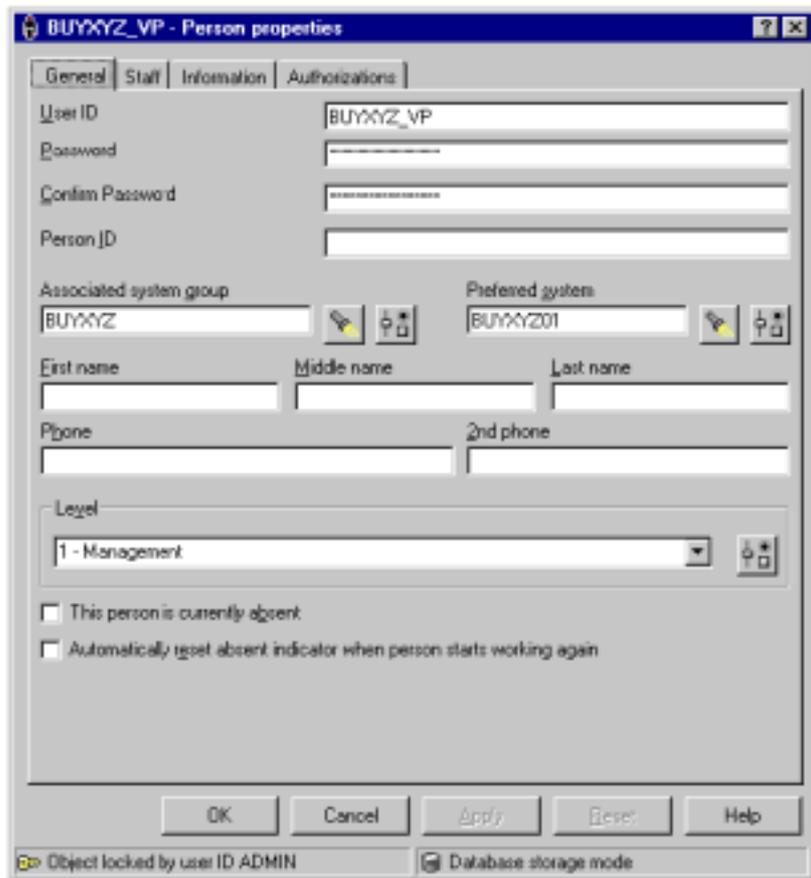

图9-6 BuyXYZ 管理者1 定义
1. 如图 9-6 所示，选择 Level 1，它是我们给定的管理人员描述。